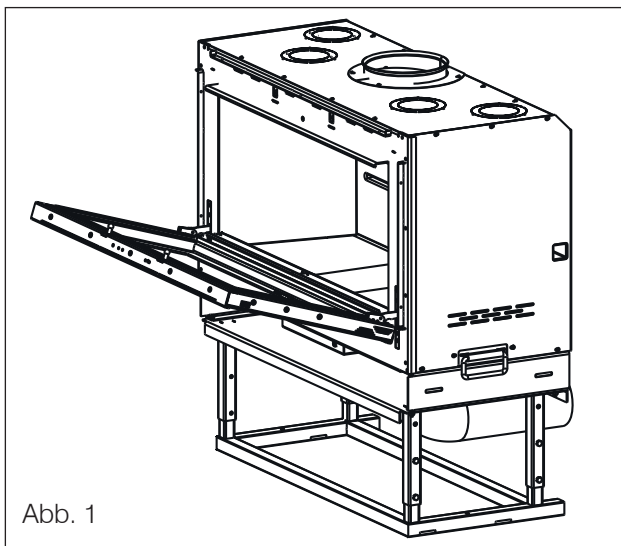

Abb. 1
- die Tür des Feuerraums öffnen (Abb. 1)